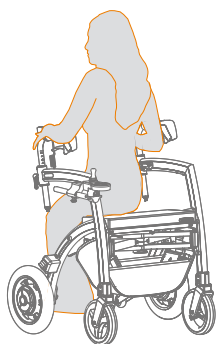

Abbildung 62: Sitzen auf dem Rollatorsitz.
- b. Setzen Sie sich von hinten auf den Sitz des Rollators (**Abbildung 62**). Stellen Sie immer sicher, dass sich der Rollz Motion Electric Rollator in der Parkposition befindet.